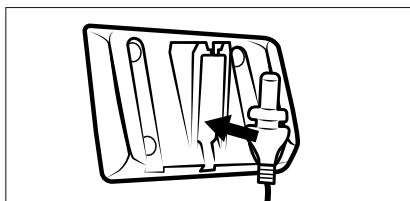

Bild 4
- 1) Sätt strömadaptersn **10** ihålliga kontakt **11** i väggållaren **18** (se bild 4). Skruva på kontakten **11** för att fixera den.